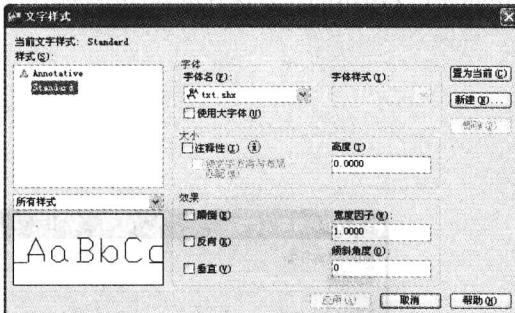

图 1-12 “文字样式”对话框
- 单击“文字”工具栏或“样式”工具栏中的“文字样式”按钮，或选择“格式”→“文字样式”命令，弹出如图 1-12 所示的“文字样式”对话框，可看到系统默认的文字样式名为 txt.shx。